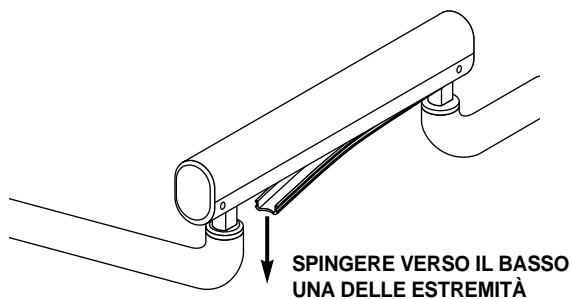

Figura 17. Protezione del braccio snodabile
1. Rimuovere la protezione di plastica flessibile dalla parte inferiore del braccio (vedere la Figura 17). Spostare delicatamente i tubi e i cavi presenti nel braccio.